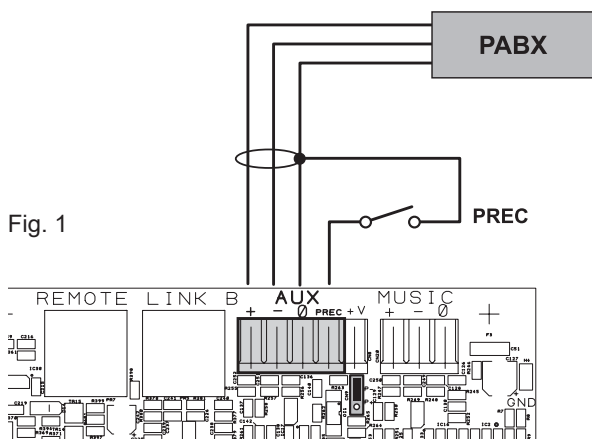

Fig. 1
I morsetti **AUX** (14) sono disponibili per la connessione di sorgenti ausiliarie (ad es. un centralino telefonico od una base per annunci con contatto di precedenza). Nel primo caso, a cui fa riferimento la fig. 1, è necessario inserire un jumper sul connettore **CN9** in posizione "P-"; nel secondo caso, invece, utilizzando una postazione preamplificata **MBT 1101**, il collegamento tra la presa AUDIO OUT della base e i morsetti AUX dovrà essere effettuato secondo quanto riportato nella tabella ed il jumper dovrà essere posizionato su "P+". **NOTA:** la selezione modalità P- / P+ deve essere effettuata anche via menu (**AUDIO SETTING > set>AUX, CHIME**, pag. 27).